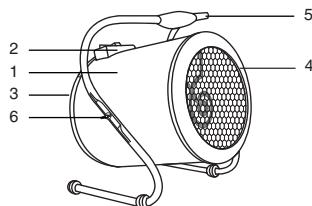

Рис. 1
Тепловентилятор (BHP-3.000C, BHP-5.000C) предназначен для обогрева и просушки (воздуха, поверхностей) в производственных, общественных и вспомогательных помещениях. Исполнение тепловентилятора – переносное, рабочее положение – установка на полу, условия эксплуатации – работа под надзором, режим работы – повторно-кратковременный. Несущая конструкция тепловентилятора (см. рис.1) состоит из кожухов наружного (1) и внутреннего, изготовленных из листовой стали и имеющих цилиндрическую форму. Во внутреннем кожухе размещены вентилятор и трубчатые электронагревательные элементы. Снаружи кожуха расположен корпус блока управления (2). Кожух наружный, закрытый воздухозаборной (3) и воздуховыпускной (4) решетками, винтами устанавливается к ручке-подставке (5) и имеет возможность поворота в вертикальной плоскости. Угол поворота фиксируется гайками (6). Вентилятор затягивает воздух через отверстия воздухозаборной решетки. Воздушный поток, втянутый вентилятором в корпус, проходя между петлями трубчатых электронагревательных элементов, нагревается и подается в помещение через отверстия воздуховыпускной решетки.